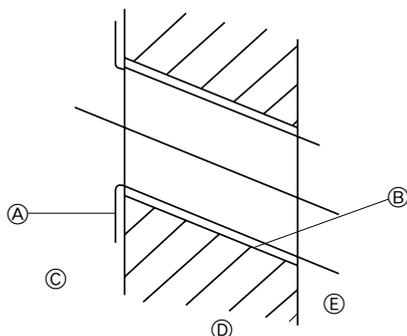

Fig. 3-3
- Hacer el agujero para las tuberías (Fig. 3-3)